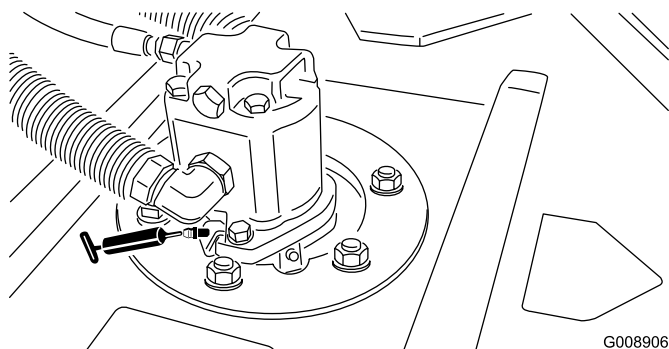

Figura 43
- Bielas do eixo da unidade de corte (1 por unidade de corte) (Figura 43)